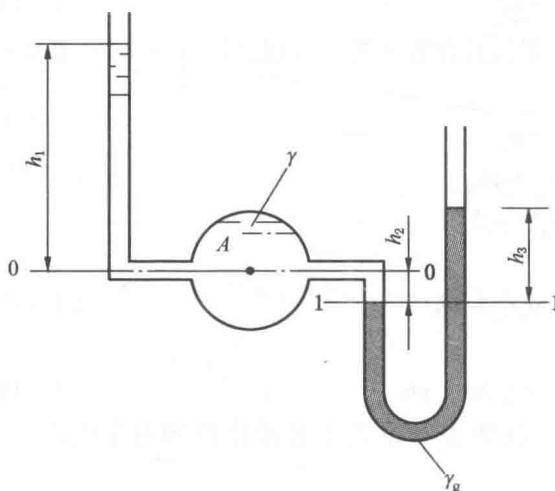

图 1-5 题 5
- 在如图 1-5 所示的容器上，安装两根测压管。已知 $h_1 = 5 \text{ m}$, $h_2 = 18 \text{ cm}$, 求容器中心处水的绝对压力 p_A 及 U 形管中水银面高差 h_3 。